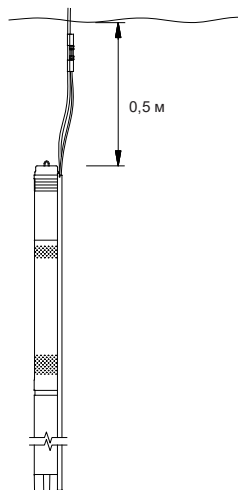

Рис. 8 Установка в вертикальном положении
- для установки в вертикальном положении: минимальное расстояние 0,5 м от насоса до динамического уровня воды (см. рис. 8);